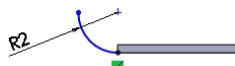

图 11-38 草绘图形
(1) 选择【插入】|【钣金】|【斜接法兰】菜单命令,在【特征管理器设计树】中选择【上视基准面】,系统进入草绘状态。单击【正视图】按钮,开始草绘。单击【草图】工具栏中的【三点圆弧】按钮,绘制一段圆弧,设置【半径】为【2mm】,如图 11-38 所示。